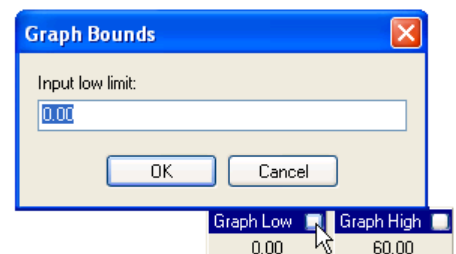

Figure 7.8.1c Réglage de la limite graphique
6. Si requis, cliquer sur le carré blanc de la barre de titre pertinente « Graph Bas » ou « Graph Haut », et régler les valeurs haute et basse de manière à ce qu'elles apparaissent avec une barre graphe correspondante (Figure 7.8.1c).